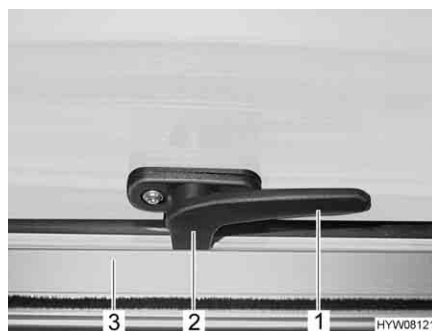

Fig. 99 Palanca de bloqueo en la posición de "cerrado"
- Girar la palanca de bloqueo (Fig. 99,1) un cuarto de vuelta hacia la mitad de la ventana.
- Girar la palanca de bloqueo (Fig. 99,1) un cuarto de vuelta hacia el marco de la ventana. El saliente de bloqueo (Fig. 99,2) se encuentra en la cara interior del bloqueo de la ventana (Fig. 99,3).